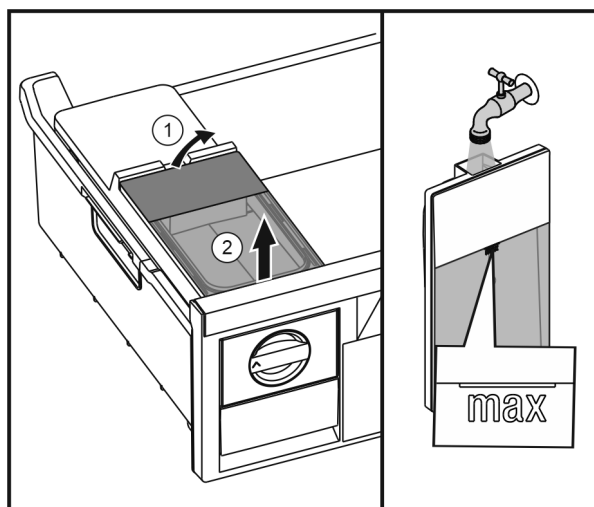

Fig. 38
- Zvedněte vzadu nádržku na vodu Fig. 38 (1) a poté ji vyjměte směrem nahoru Fig. 38 (2).